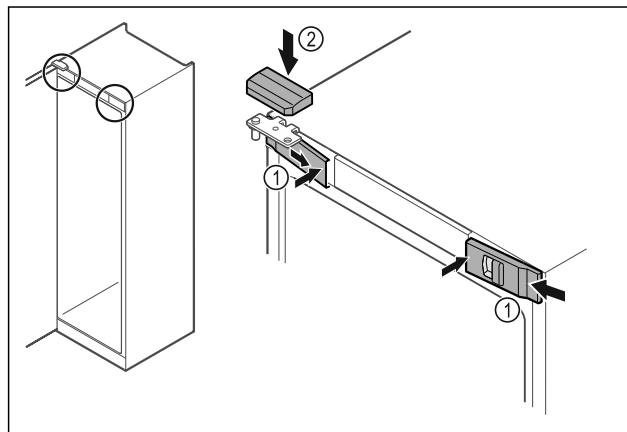

Fig. 36
- ▶ Закачете предните капаци Fig. 36 (1) отстрани и фиксирайте навътре.
- ▶ Фиксирайте горния капак Fig. 36 (2) отгоре.